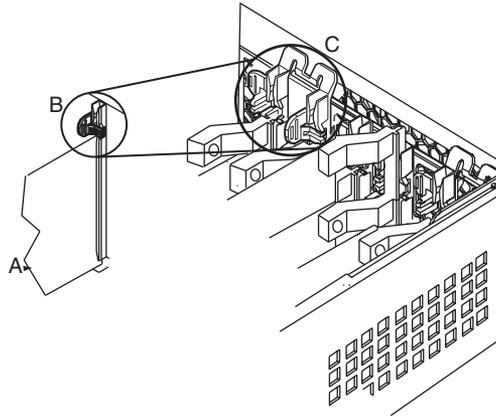

Figura 4-5 Trava de retenção traseira
A parte traseira das placas suplementares é mantida na posição através de uma trava de retenção traseira, apenas no caso de placas de comprimento total. Consulte a Figura 4-5 que mostra a trava de retenção traseira.
8. Se você estiver removendo uma placa de comprimento total, libere a trava de retenção traseira. Consulte a Figura 4-5 na página 93.
12. Se você estiver instalando uma placa de comprimento total, engate a trava de retenção traseira. Consulte a Figura 4-5 na página 93.